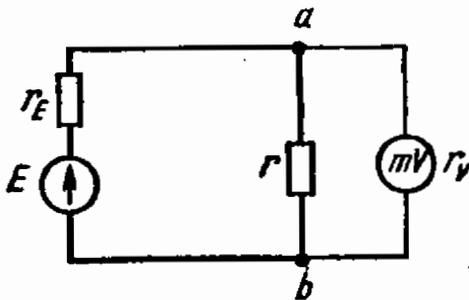

Рис. 12.13
12.13. Для измерения напряжения на сопротивлении r в цепи схемы рис. 12.13 использован милливольтметр типа М4212 класса точности $K_V = 4,0$ с пределом измерения $U_k = 500$ мВ и относительным внутренним сопротивлением $r_{V_0} = r_V / U_k = 700$ Ом/В.